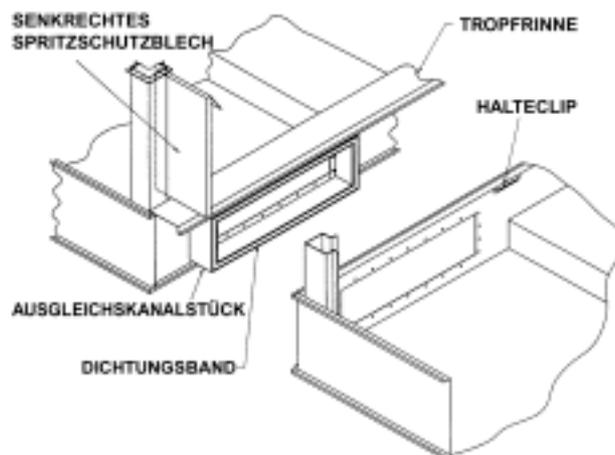

Abb. 3 – Anschluss des Ausgleichskanalstücks
2. Reinigen Sie die Flansche der zu verbindenden Ausgleichskanäle vor Installation. Bringen Sie eine Lage Dichtungsband mittig zwischen den Bohrungen des Flansches und an den Außenseiten an. Die Papierschutzstreifen müssen restlos vom Dichtungsband entfernt werden (siehe Abb. 3)